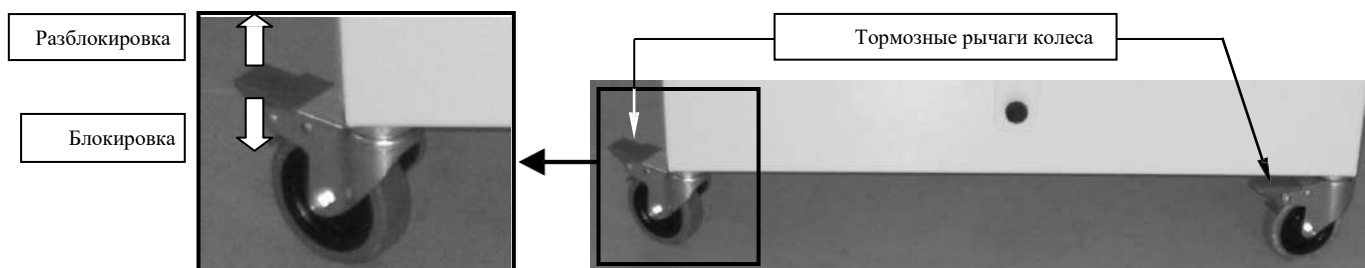

Рисунок 6 – Колеса с тормозной системой
Заблокируйте два колеса с тормозами, повернув соответствующий рычаг вниз (рисунок 6). Если по каким-либо причинам в дальнейшем возникнет необходимость перемещения машины на другое место, соблюдайте меры и предосторожности, представленные в данном разделе.
- Для повторного запуска машины сначала убедитесь в том, что никого нет поблизости машины, в противном случае подождите, пока они отойдут на безопасное расстояние (приблизительно на 3 метра), затем сбросьте аварийную кнопку (поверните рукоятку в направлении, указанном с помощью стрелки на ней). Для того чтобы машина могла выполнить циклы нарезки, повторно нажмите кнопку запуска, рисунок 6, и в случае необходимости подождите, пока все детали вернуться в исходное положение (подающее устройство полностью вернулось в исходное положение и верхняя предохранительная крышка полностью открыта).